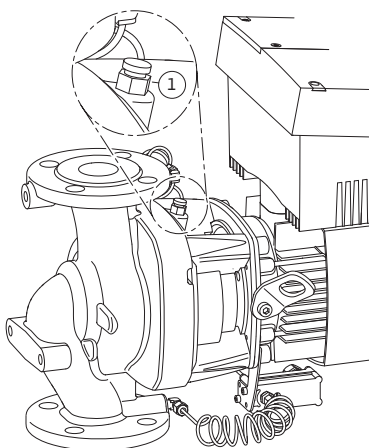

Fig. 49: Válvula de ventilación
6. Despresurice la bomba abriendo la válvula de ventilación (Fig. 49, pos. 1).